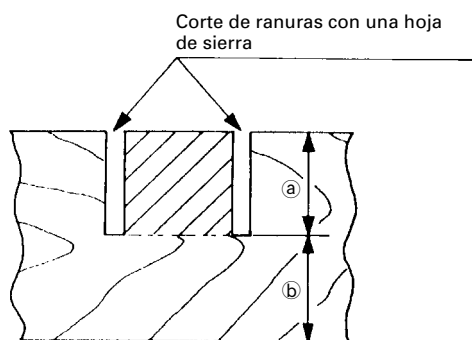

Fig. 37
Las ranuras podrán cortarse en la pieza de trabajo como se indica en la Fig. 37 regulando el perno de ajuste de profundidad de 8 mm.
- (1) Afloje la tuerca de aletas de 8 mm y gire el perno de ajuste de profundidad de 8 mm con la mano.
- (2) Ajuste la profundidad de corte deseada regulando la distancia entre la hoja de sierra y la superficie de la base (consulte b) de la Fig. 37).
- (3) La tuerca de aletas 8mm deberá quedar adecuadamente apretada después de haber finalizado el ajuste.